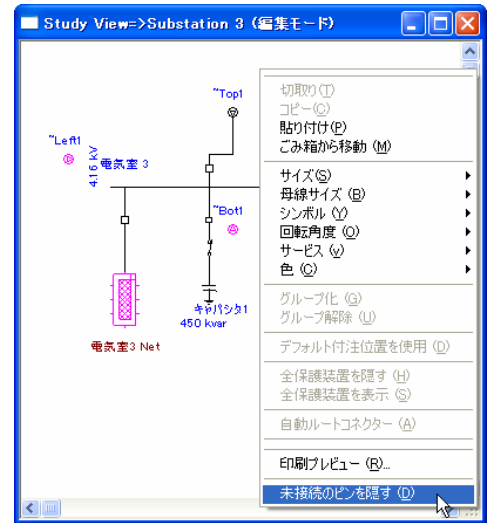

図 11 :
11. “~Left1, ~Rt1, and ~Bot1” などのピンが必要でない場合、それらを隠すことができます。単線図上の任意の点をクリックし、ポップアップメニューから“未接続のピンを隠す”コマンドをクリックします。図 11 参照